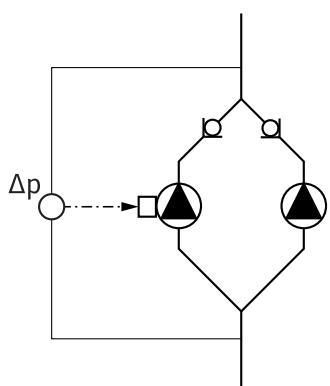

Fig. 18: Beispiel, Anschluss Differenzdruckgeber
- Im Beispiel in Fig. 18 ist die Masterpumpe die in Fließrichtung linke Pumpe. An dieser Pumpe den Differenzdruckgeber anschließen.
- Die Messpunkte des Differenzdruckgebers der Masterpumpe müssen im jeweiligen Sammelführer auf der Saug- und Druckseite der Doppelpumpenanlage liegen (Fig. 18).